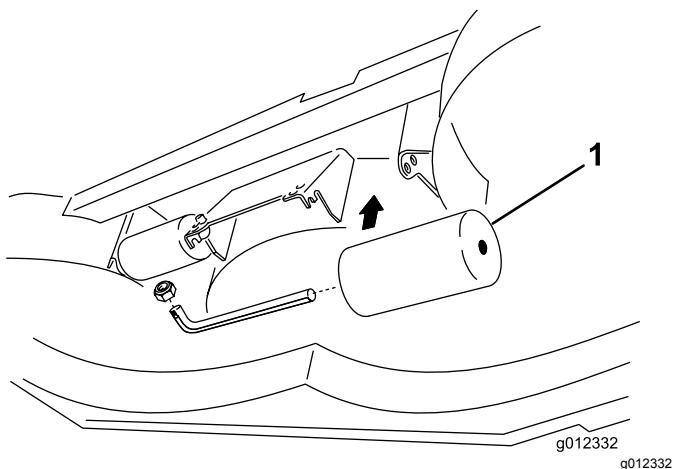

Figura 11
2. Regolate i rulli posteriori (interni), come illustrato nella Figura 11.